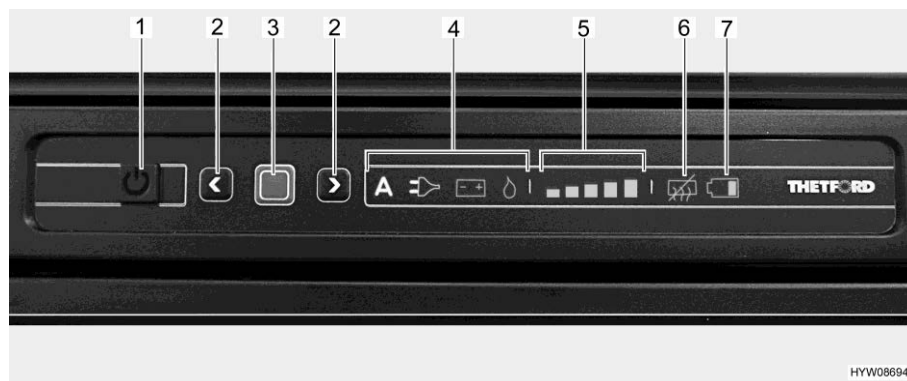

Bild 242 Lysdiodsreglage (kylskåp Thetford)
- Tryck på på/av-knappen (Bild 242,1) i en sekund. Knappen tänds med grönt ljus. Efter ca 10 sekunder dimmas indikeringen automatiskt för att spara ström.
- Tryck på bekräftelseknappen (Bild 242,3). Det sist valda driftläge visas.
- Tryck ned bekräftelseknappen (Bild 242,3) i cirka 2 sekunder. Symbolen för driftläge blinkar.
- Manuellt energival: Med pilknapparna (Bild 242,2) väljer du önskad energikälla.
- Automatiskt energival (endast för utförande med automatiskt energival): Välj driftläget "A" med hjälp av pilknapparna (Bild 242,2).
- Bekräfta valet med bekräftelseknappen (Bild 242,3).
- Tryck på bekräftelseknappen (Bild 242,3) igen. Kylnivåindikatorn (Bild 242,5) blinkar.
- Ändra inställningen genom att trycka på pilknapparna (Bild 242,2) tills önskad inställning visas.
- Tryck på på/av-knappen (Bild 242,1) i cirka 2 sekunder. Alla lampor släcks. Kylskåpet är avstängt.
Kyltemperaturreglering När kylskåpet sätts på väljs automatiskt den sist valda termostatinställningen. Denna inställning kan ändras manuellt med pilknapparna (Bild 242,2). Det tar alltid några timmar innan man har en normal drifttemperatur i kylskåpet. Vid omkopplingen till ett annat driftläge, bibehålls termostatinställningen.